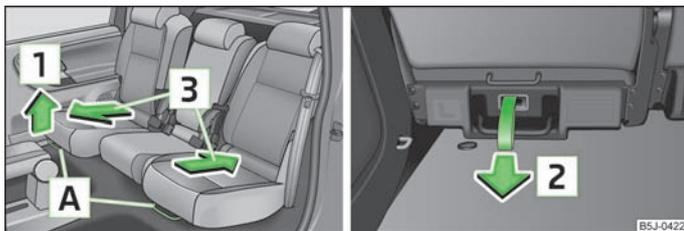

Fig. 36 Sbloccaggio anteriore / posteriore
- Tirare la leva **A** » fig. 36 verso l'alto, nella direzione indicata dalla freccia **1** oppure tirare il tirante di sbloccaggio nella direzione indicata dalla freccia **2** e spingere il sedile nella posizione desiderata, nella direzione indicata dalla freccia **3**.